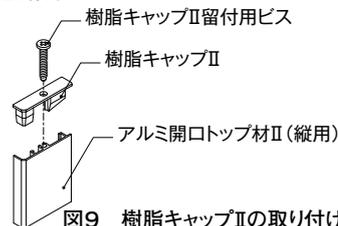

図9 樹脂キャップⅡの取り付け
- ▶ アルミ開口トップ材Ⅱ(縦用)は所定の長さに切断し、取り付け前に端部に専用の樹脂キャップⅡを固定する。(図9参照)